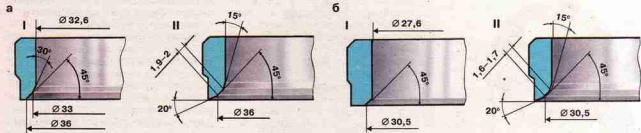

Рис. 2.56. Седла клапанов: I — новое седло; II — седло после ремонта; а — седло впускного клапана; б — седло выпускного клапана
**Седла клапанов.** Форма фасок седла клапанов показана на рис. 2.56. На рабочих фасках седла (зона контакта с клапаном) не должно быть точечных раковин, коррозии и повреждений. Небольшие повреждения можно устранить шлифованием седла. При этом снимайте как можно меньше металла. Шлифовать можно как вручную, так и с помощью шлифовальной машинки.